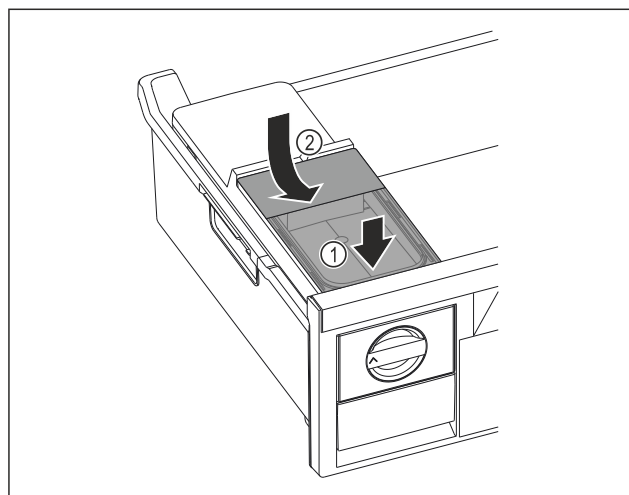

Fig. 167
- ▶ Установите бак для воды спереди. Fig. 167 (1)
- ▶ Опустить бак для воды сзади. Fig. 167 (2)